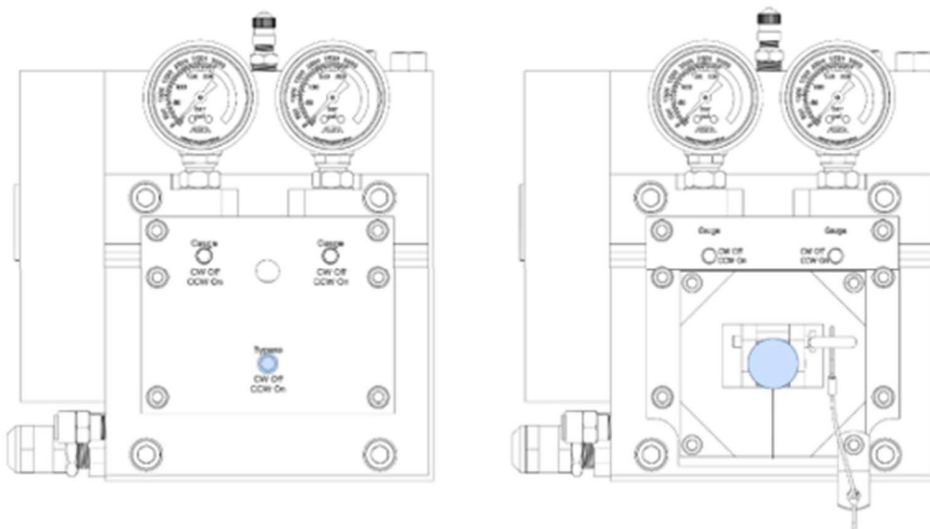

Figura 22: Localizador de válvula de desvio
2. Abra a válvula de desvio manual para aliviar a pressão interna. Consulte a Figura 22 para obter detalhes.